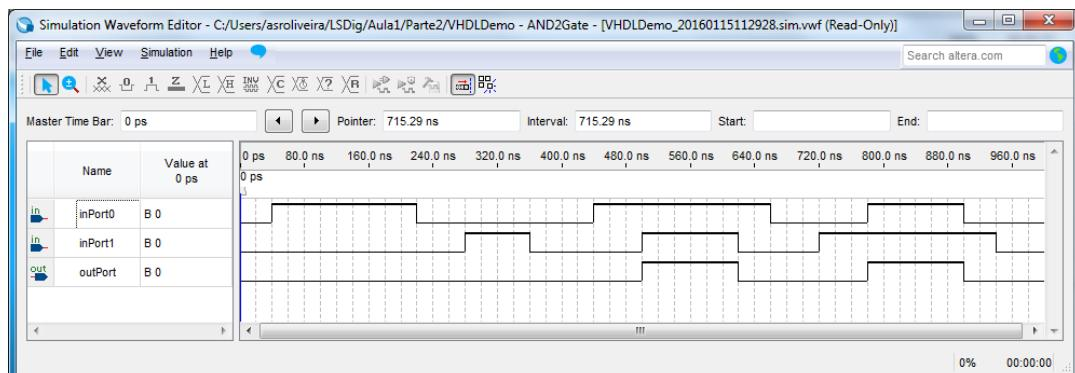

Figura 39 – Janela do simulador após a simulação.
**10.** Execute a simulação através do menu “*Simulation→Run Functional Simulation*”. Após a simulação deve obter o valor da saída da porta lógica AND correspondente às entradas que especificou (Figura 39).